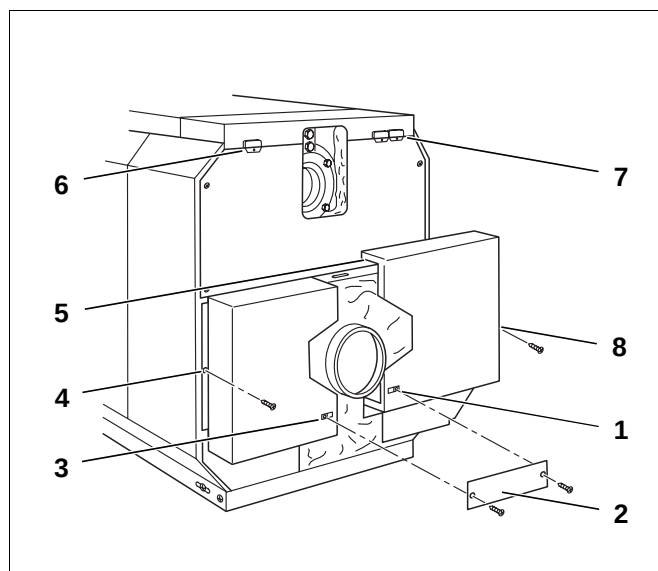

Fig. 55 Montage – kjelbakveggdeler
- Sett smekkmuttere inn i venstre og høyre sidevegg samt i delene til kjelens bakvegg (fig. 55, **pos. 1, 3, 4 og 8**).
- Heng de nedre kjelbakveggdelene på høyre og venstre side inn i slissene i kanten til den øvre kjelbakveggen og sideveggen (fig. 55, **pos. 5**).
- Skru fast forbindelsesplaten (fig. 55, **pos. 2**) til kjelens bakveggdeler under røykgasstussen ved hjelp av metallskruer.
- Fest kabelgjennomføringer av kunststoff enten på høyre eller venstre side av den øvre kjelbakveggen (fig. 55, **pos. 5 og 6**).